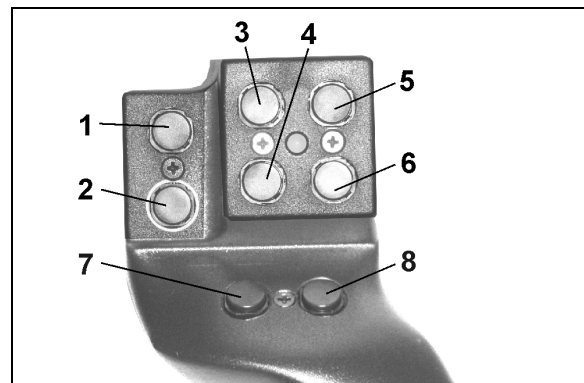
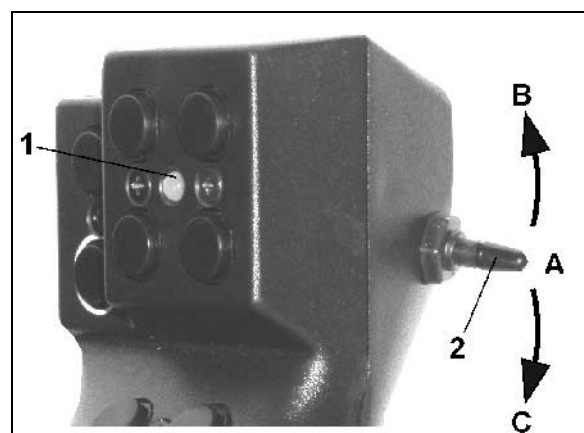

Fig. 77
Fig. 78
Ved betjening av **AMATRON⁺** har multifunksjonsspaken (Fig. 77) 8 taster (1 - 8) til disposisjon. I tillegg kan man ved hjelp av bryteren (Fig. 78/2) endre konfigurasjon av tastene i tre ulike modi.
-  midtstilling (Fig. 77/A) og kan stilles
-  oppover (Fig. 77/B) eller
-  nedover (Fig. 77/C).
Bryterstillingen vises i form av en LED-lampe (Fig. 77/1).